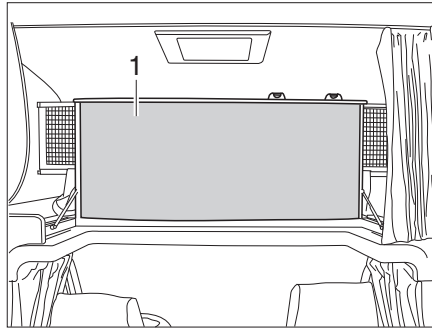

Fig. 149 Cama de alcoba, plegada hacia arriba
- Plegar hacia arriba la cama de alcoba (Fig. 149,1) delante. La cama de alcoba se mantiene en la posición superior mediante resortes por presión de gas.